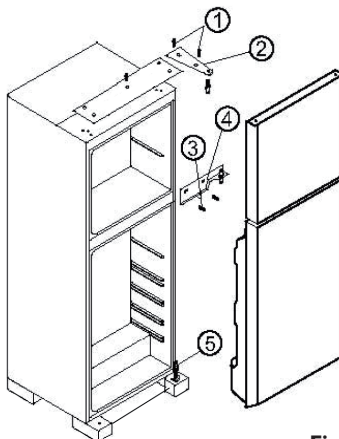

Fig. 1
- Smontare la cerniera mediante asportazione delle viti (Fig. 1, n. 1 e 2), rimuovere la porta dello scomparto superiore e riporla in un luogo sicuro.
- Per la porta inferiore, rimuovere il supporto centrale allentando le viti di fissaggio. (Fig. 1, n. 3 e 4)
- Sollevare quindi la porta inferiore dal perno della cerniera (Fig. 1, n. 5), rimuoverla e conservarla anch'essa in un luogo sicuro.